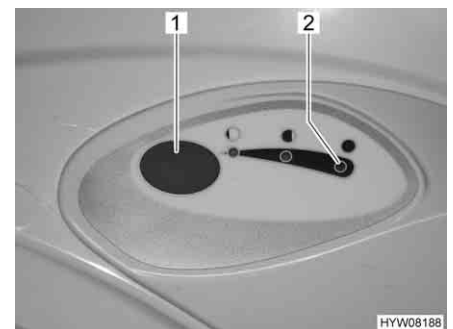

Fig. 202 Bouton pour la chasse d'eau/voyant de contrôle des toilettes Thetford
- Pour actionner la chasse d'eau, appuyer sur le bouton bleu (Fig. 202,1).
Le voyant de contrôle (Fig. 202,2) s'allume lorsque le réservoir pour matières fécales doit être vidé.